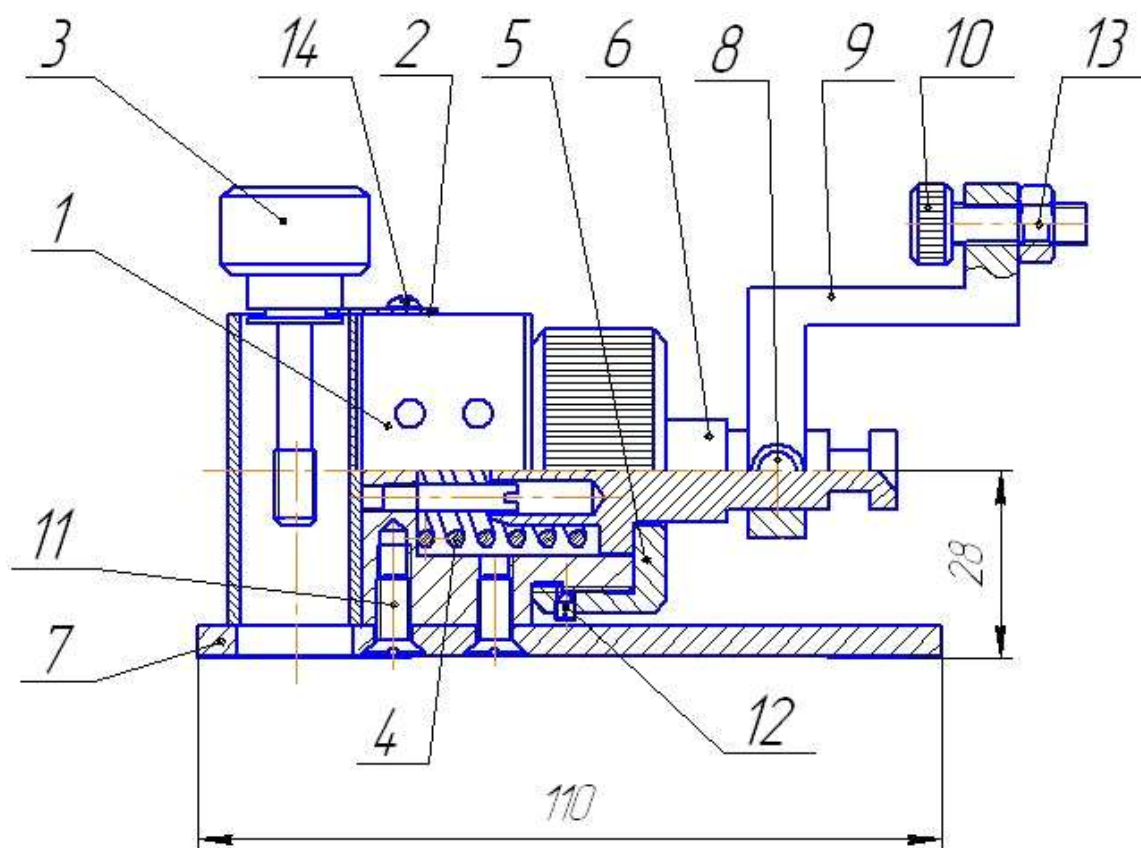
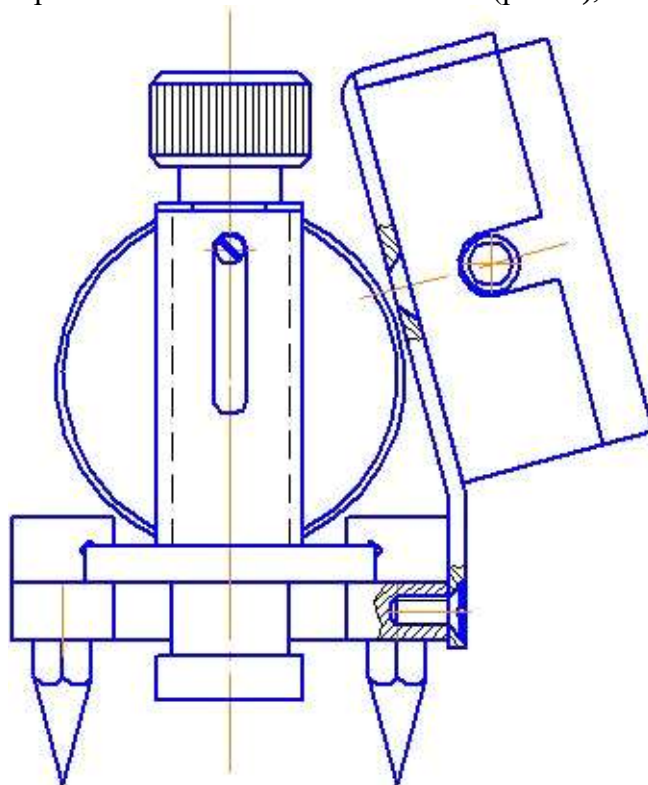
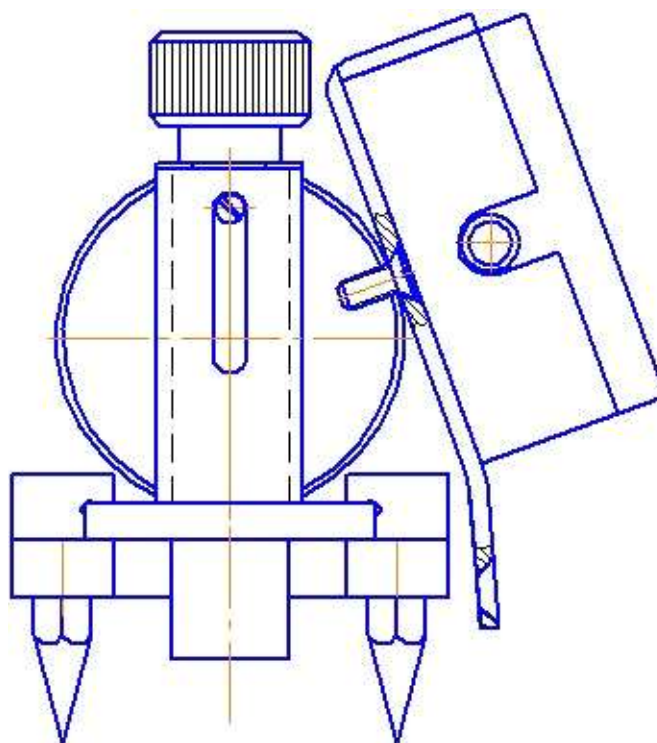

Рис. 3
Рис. 4
Рис.5
Каретка (рис. 3), передвигаясь относительно станины по направляющим, воздействует на изоляционное покрытие трубопровода через скребок в случае битумного покрытия или кардан, если трубопровод имеет полимерное покрытие. Крепление кардана и скребка производится с помощью винта 3 и фиксируется установочным винтом. Внутри корпуса каретки 1 находятся: тарированная пружина 4, валик 6, ориентированный штифтом, натянутые муфтой 5, законтренной установочным винтом 12. Настройка из измерителя осуществляется с помощью винта настройки 10 кулачка 9 и контргайки 13. При определении усилия прилипания битумного покрытия (рис. 4) держатель 2 крепится плите, а при определении усилия прилипания полимерного покрытия (рис. 5) – к корпусу.
- 5.2. При определении усилия прилипания битумного покрытия установить в каретку 2 скребок и держатель закрепить винтами к плите станины (рис. 4),
а при определении усилия прилипания полимерного покрытия держатель закрепить винтами к корпусу каретки 2 (рис. 5).